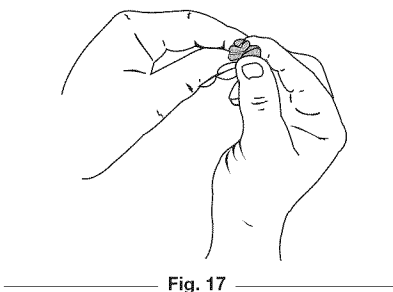

Fig. 17
5. Apriete el filtro para esparcir y retirar el exceso de aceite (Fig. 17).